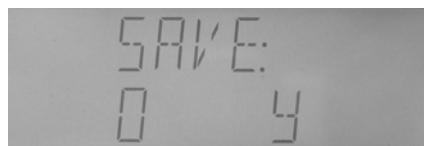

图 4—27 文件操作功能页面
2. 按下【文件】键进入文件功能操作界面，仪器首先显示当前正在使用的文件号，如果没有使用任何文件则调用缺省设置，文件号为0。如图 4—27 所示。